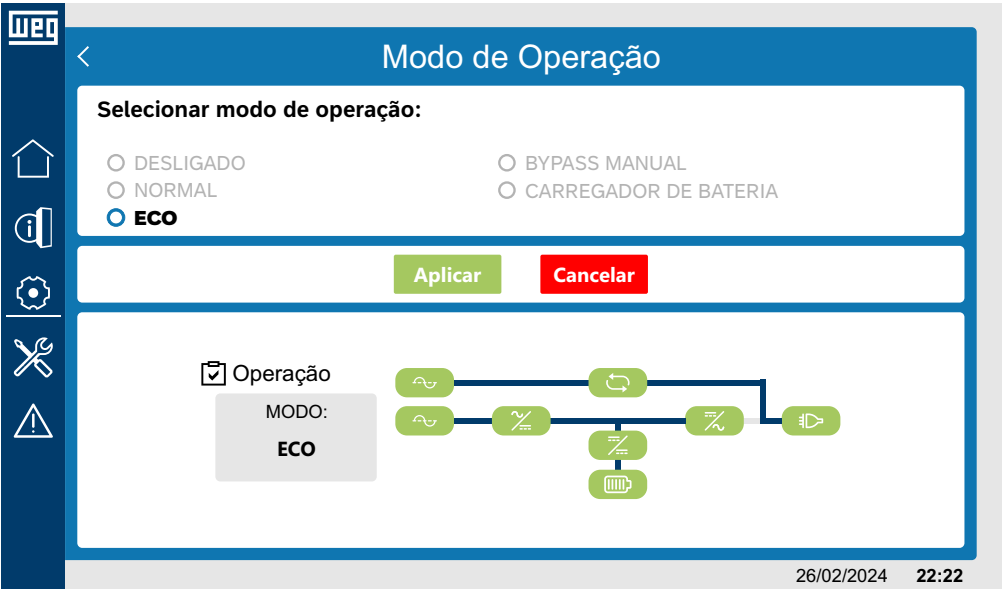

Figura 6.31: Sinóptico no modo de operação no modo ECO
- *Bypass* manual: Figura 6.31 na página 6-22.